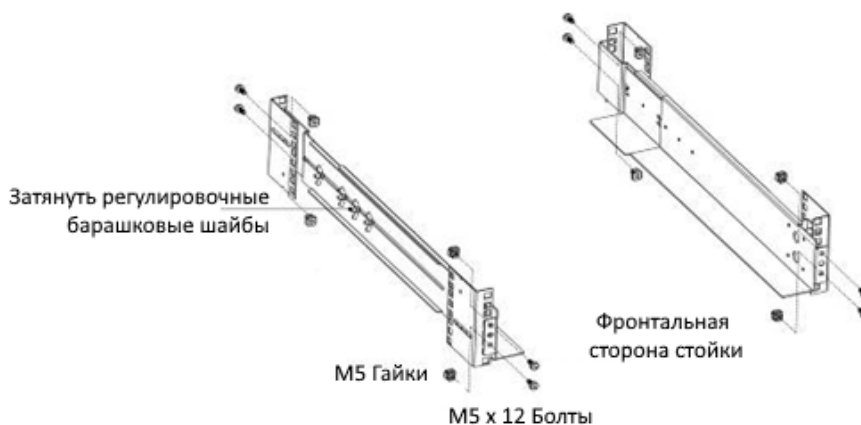

Рисунок 6. Крепление монтажного комплекта рельс
3. Зафиксируйте одну рельсу к передней направляющей стойке с помощью винта с потайной головкой и зажимной гайки. Прodelать то же самое на задней направляющей стойке. (Рисунок 6).